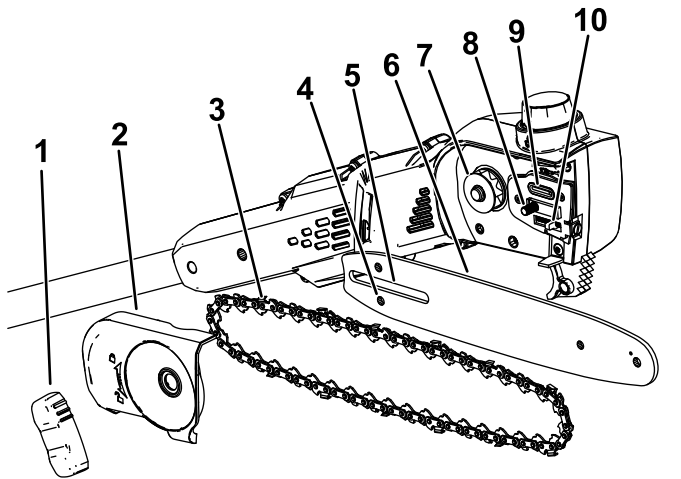

Figura 19
2. Retire la cubierta lateral: gire el pomo de la cubierta de la espada en sentido antihorario hasta que se retire el pomo y, a continuación, retire la cubierta lateral (Figura 19)
7. Compruebe que la salida de aceite (Figura 19) está libre de residuos; limpie la zona si es necesario.
Importante: Asegúrese de que el espárrago de ajuste de la cadena está insertado en la ranura del espárrago de ajuste en la espada guía (Figura 19). Puede que tenga que girar el tornillo tensor de la cadena para ajustar el espárrago en la ranura de la espada guía.